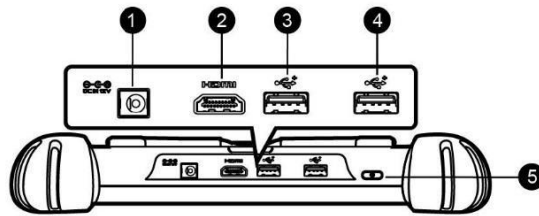

Figura 2-4 Vista Superior de la Tableta MaxiSys
2. Puerto Mini USB (bus serie universal) (no se puede usar al mismo tiempo con el puerto USB nr. 4 en la Figura 2-4 Vista Superior de la Tableta MaxiSys)